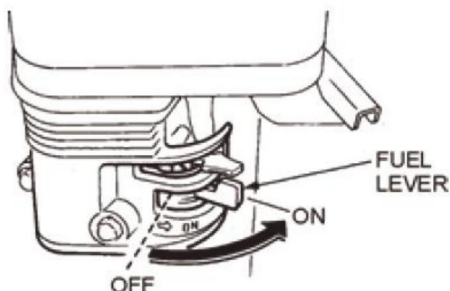

ABB.6
9.1 Stellen Sie den Kraftstoffventilhebel des Motors (ABB. 6) auf die Position „ON“.